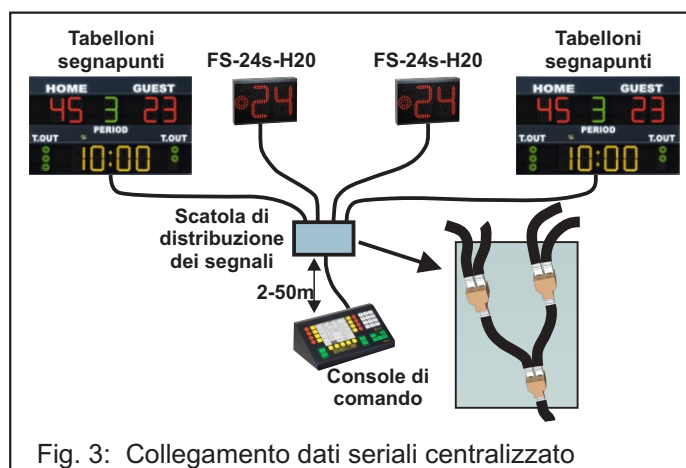

Fig. 3: Collegamento dati seriali centralizzato
1. Collegamento centralizzato (vedere Fig. 3). In un luogo di facile accesso viene posta una scatola di distribuzione dei segnali, dalla quale si diparte un cavo per ogni tabellone; si ha il vantaggio di un unico punto di congiunzione per cui, l'eventuale interruzione di un cavo, compromette la visualizzazione solo su un tabellone.